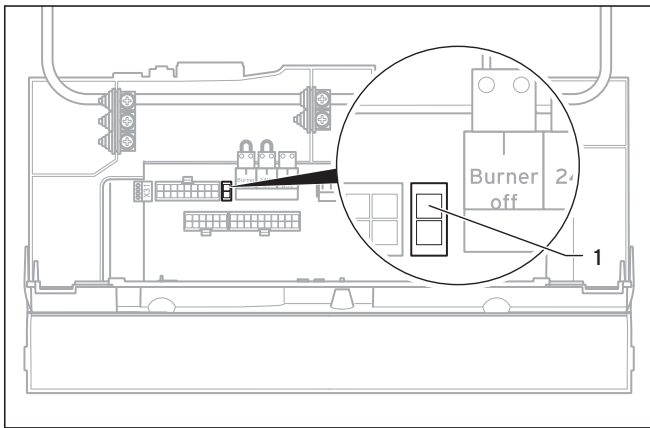

Fig. 2.4 Bytte kodemotstand
- Når du skrur fast unionmutrene på gassarmaturen må du bruke en fastnøkkel til å holde mot på motsatt side til gassarmaturen (5) eller (6).
- Klips det bakre dekselet (2) til elektronikkboksen ut av holderen på elektronikkboksen (3).
- Fjern den gamle kodemotstanden (1, fig. 2.4).